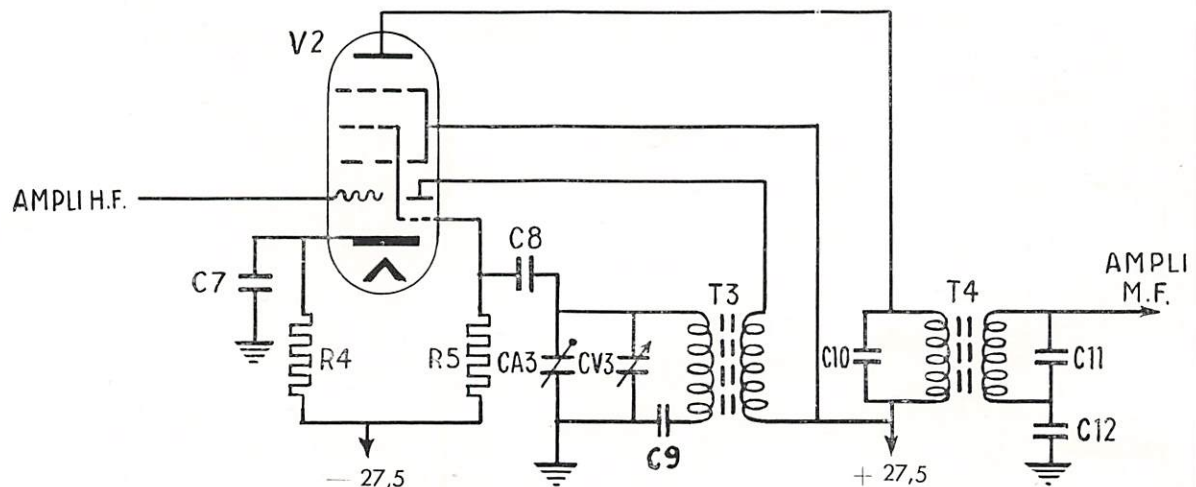

Fig. 2. — Changeur de fréquence.
5.2. CHANGEUR DE FRÉQUENCE (Fig. 2).